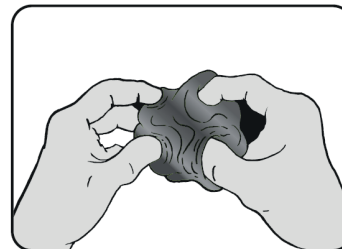

Fig. 3
- Die Masse mit den Fingerspitzen vermischen und mehrmals falten, bis etwa 30 Sekunden lang eine homogene Farbe ohne Streifen erhalten wird (Abb. 3).